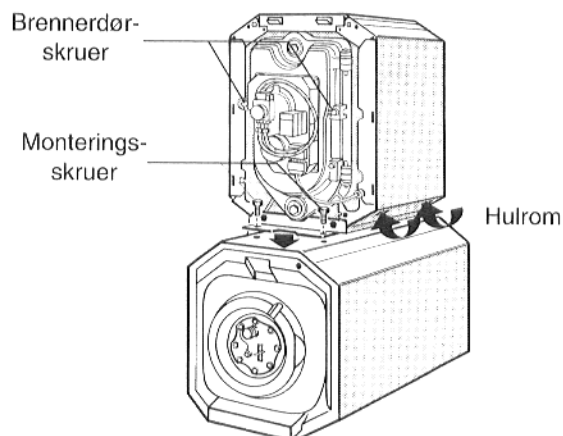

Fig. 4
- Åpne brennerdøren, hertil skrues de to skruene ut (fig. 4).
- Grip tak i kjelen i hulrommene på kjelemantelen og løft opp på varmtvannsberederen. Boringene i monteringsvinkelen må dekke monteringsboringene på varmtvannsberederen (fig. 4).
- Monteringsvinkelen skrues sammen med varmtvannsberederen (fig. 4; korte skruer).
- Heng inn brennerdøren og lukk med de to skruene (fig. 4).